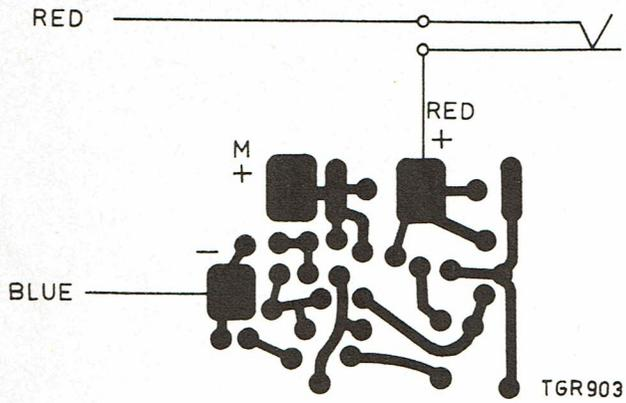

Fig. 1
- Raccorder les fils comme le montre la figure 1.